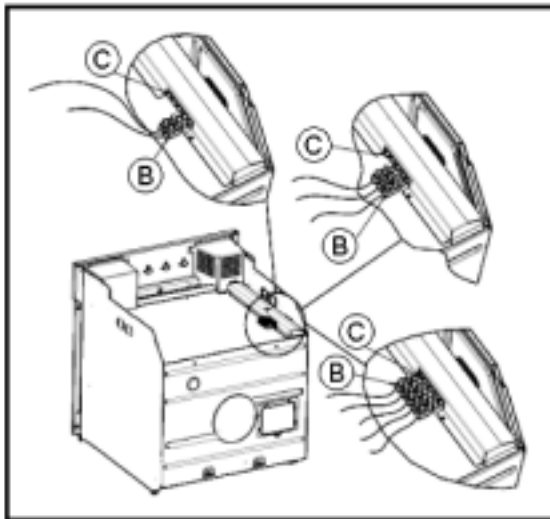

Fig. 9
2. Au cas où la table de cuisson serait dotée d'une plaque électrique, branchez le groupe "B" de 3 broches dans les 3 premiers orifices sur le bloc "C" comme indiqué (fig. 9).